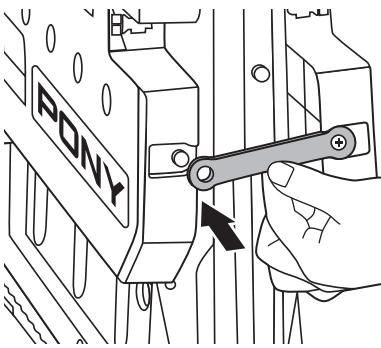

Figure 16
- Utiliser les attaches de sécurité pour fixer la table des deux côtés. (Figure 16)